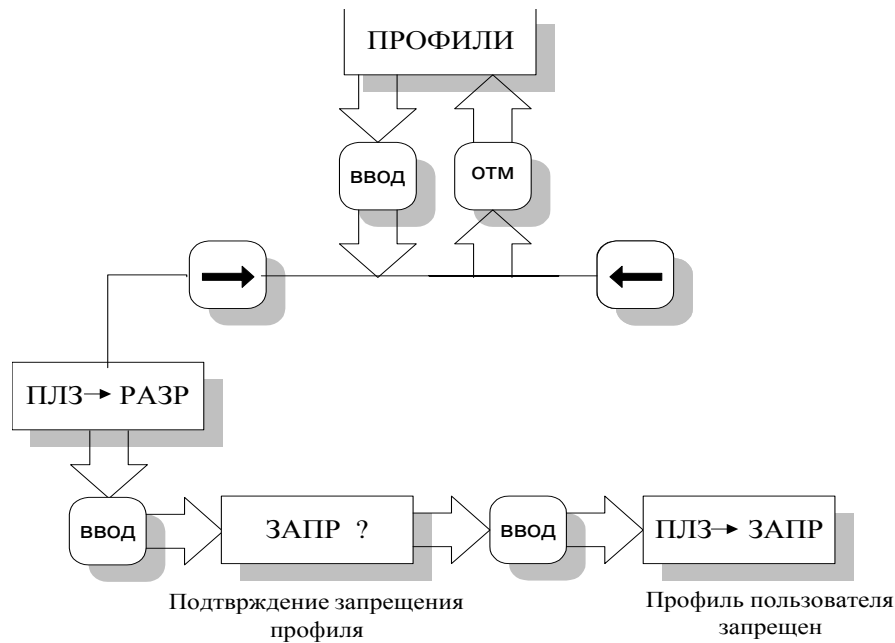

Рис. 17
5.3.15.2.3. Пример запрещения профиля пользователя (разрешение производится так же) приведен на рис.17.